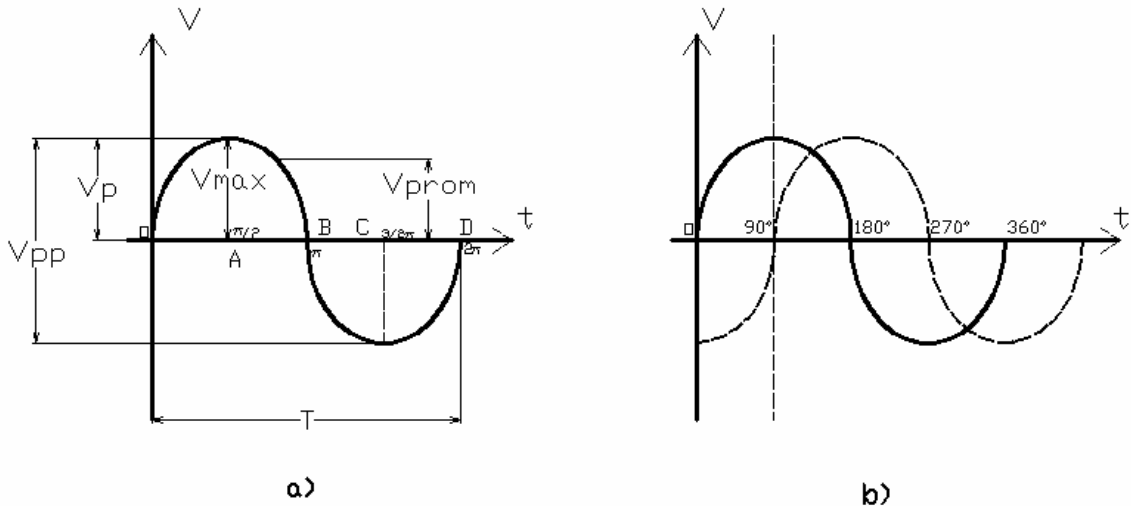

Figura 1.9. Principales parámetros en una señal alterna.
*En la figura 1.9 se muestra una señal alterna donde se han especificado algunos de estos parámetros, la figura 1.9a) muestra una onda alterna donde se pueden observar el valor promedio, el valor máximo, el valor pico a pico y el período.*